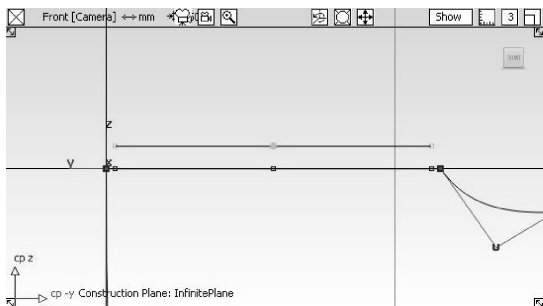

图 4-114 移动圆弧曲线
- 44 在刚刚创建的圆弧处于选中的状态下,执行菜单栏中【Edit】|【Copy】命令,再执行菜单栏中【Edit】|【Paste】命令,复制一条圆弧,选择【Move】工具,在【Front】正交视窗中,按住鼠标右键在空白处向上拖动,移动圆弧曲线,如图4-114所示。